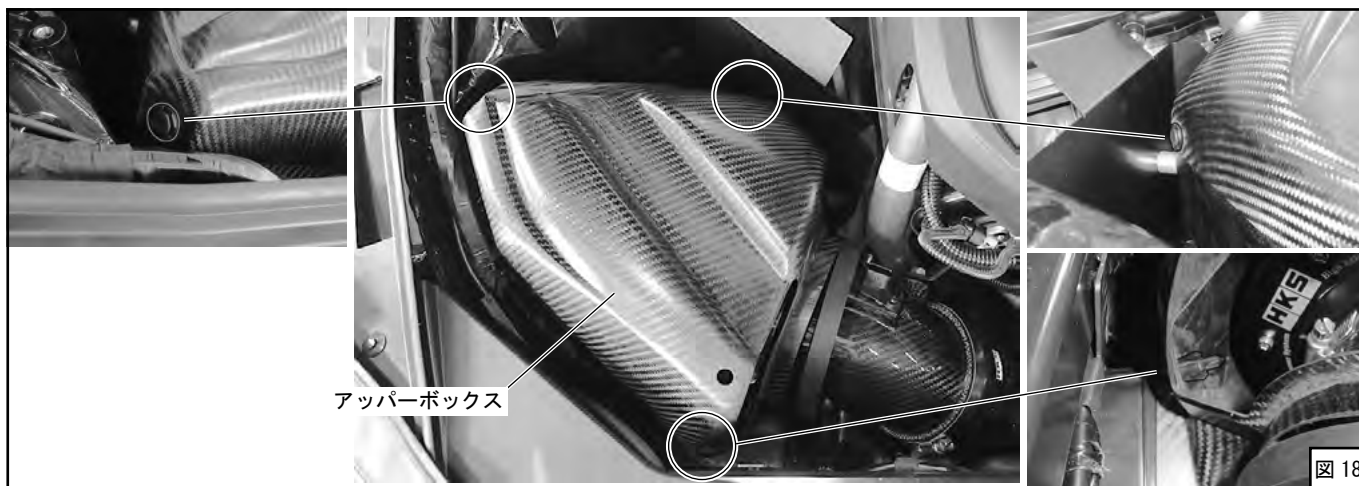

図18
(17) ロアボックスにアッパーボックスを取付け、クリップ3個で固定してください。(図18)